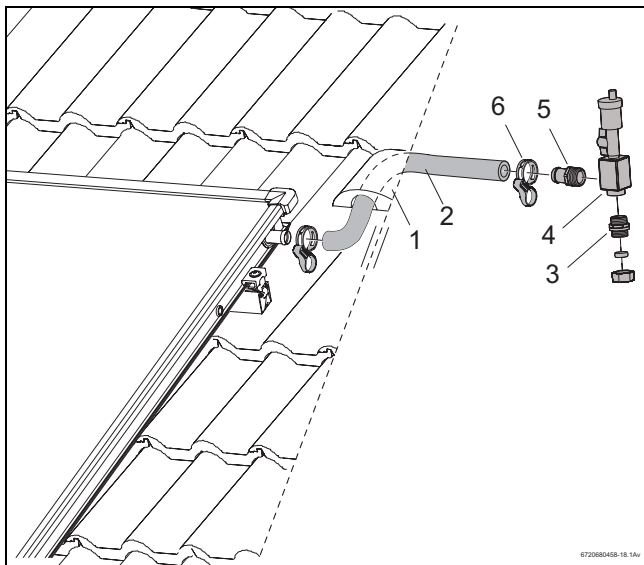

Рис. 47 Подключение шланга солнечного коллектора к штуцеру подающей линии
- ▶ Наденьте шланг (1000 мм, рис. 47, [2]) на штуцер для подключения подающей линии и зажмите его пружинным хомутом.
- ▶ Проведите шланг солнечного коллектора вместе с проводом датчика через черепицу с вентиляционным отверстием (рис. 47, [1]) и изоляцию кровли.
- ▶ Вверните наконечник R $\frac{3}{4}$ с уплотнительным кольцом (рис. 47, [5]) и двойной ниппель с уплотнительным кольцом (рис. 47, [3]) в воздухоборник (рис. 47, [4]).
- ▶ Вставьте наконечник до упора в шланг и зажмите его пружинным хомутом (рис. 47, [6]).
- ▶ Подключите сборную линию к резьбовому соединению с зажимным кольцом (рис. 47, [3]).